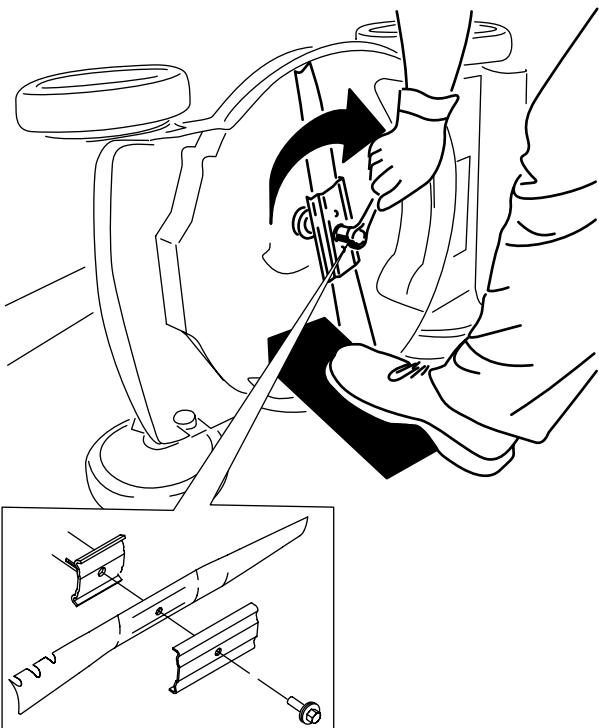

Figura 24
- Instale la cuchilla nueva y todos los herrajes de montaje (Figura 24).